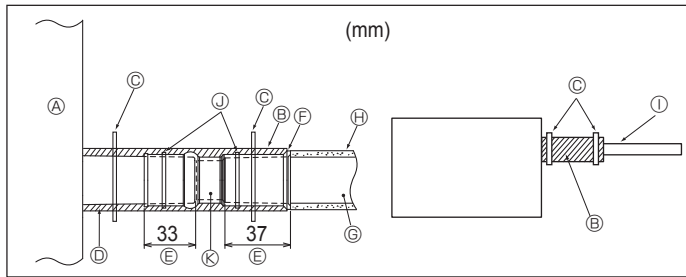

Abb. 3-5
1. Die Abblasmuffe (mit der Anlage geliefert) an den Dränageauslaß anschließen. (Abb. 3-5)
[Abb.3-5]